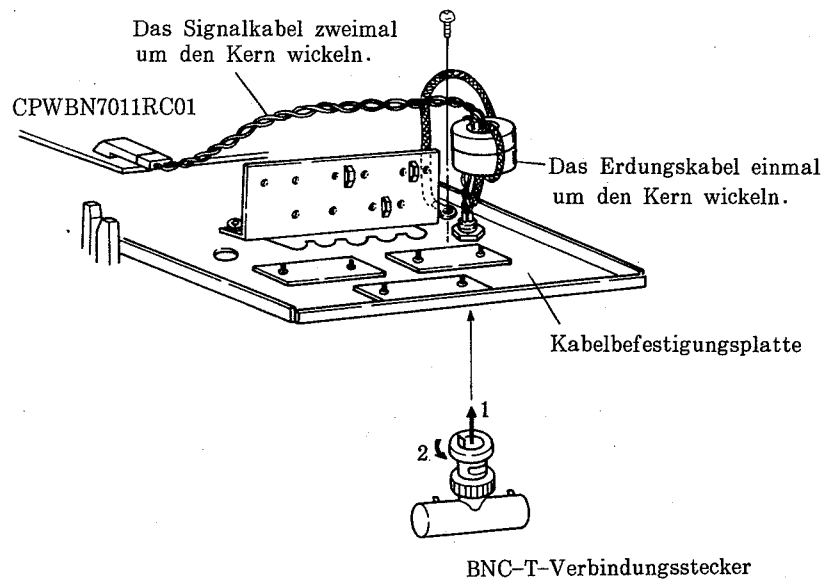

Abb. 29
Danach das interne Kabel an der Inline-Steuerplatine befestigen (siehe Abb. 29).
- (8) Das Erdungskabel mit der Befestigungsschraube des internen Zweigkabels an der Kabelbefestigungsplatte anbringen (siehe Abb. 29).
- (9) Den BNC-T-Verbindungsstecker mit dem internen Kabel verbinden (siehe Abb. 29).